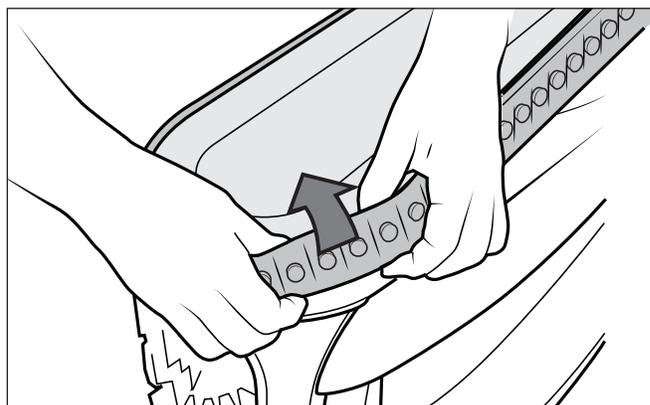

Figura 26. Retire la oruga anterior
2. Retire la oruga anterior de la rueda delantera y, a continuación, retire la oruga de la rueda posterior (Figura 26).